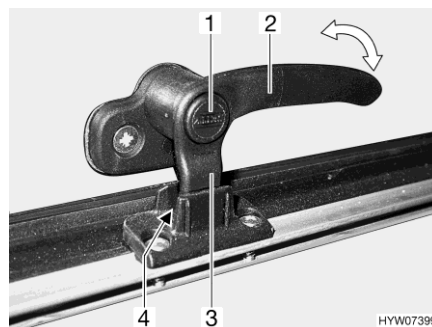
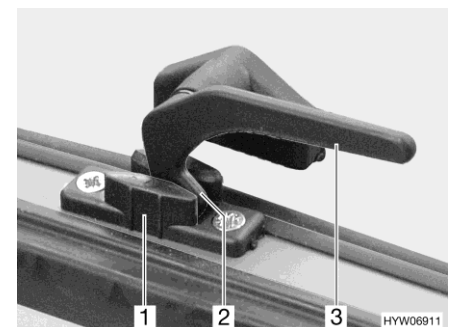

Bild 100 Verriegelungshebel mit Sicherungsknopf in Stellung "Dauerbelüftung"
Bild 101 Verriegelungshebel in Stellung "Dauerbelüftung"
- in Stellung "Dauerbelüftung" (Bild 100 und Bild 101)
- Wenn vorhanden, Sicherungsknopf (Bild 100,1) drücken und gedrückt halten.
- Den Verriegelungshebel (Bild 100,2 oder Bild 101,3) eine viertel Umdrehung zur Fenstermitte hin drehen.
- Den Verriegelungshebel wieder zurückdrehen. Die Verriegelungsnase (Bild 100,3 oder Bild 101,2) am Verriegelungshebel dabei in die Aussparung der Fensterverriegelung (Bild 100,4 oder Bild 101,1) einfahren.
- Wenn vorhanden, Sicherungsknopf (Bild 100,1) loslassen.